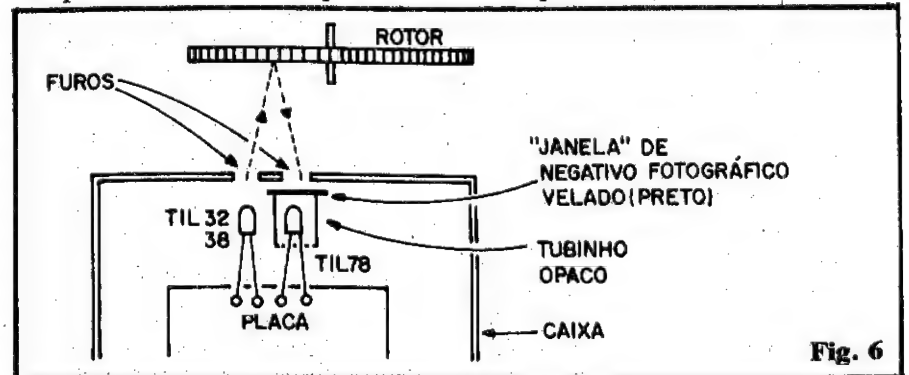
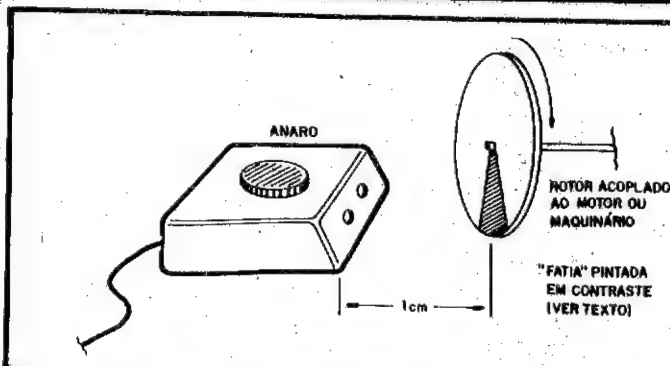

Fig. 6
Fig. 8
- **FIG. 6 - O "ENCAIXAMENTO" - AS "JANELAS" E O FILTRO** - O conjunto opto-sensor funcionará por reflexão, ou seja: o LED infravermelho emite um feixe de luz invisível, que é refletido por uma superfície, em seguida "devolvido" ao foto-transistor... Assim, alguns cuidados óticos básicos são necessários:
- **FIG. 8 - A CAIXA - A DISPOSIÇÃO DE SENSOREAMENTO** - O número reduzido de componentes, e o pequeno tamanho geral da placa e das próprias peças, permitirá a fácil acomodação do circuito num **container** padronizado, sem problemas... Sugerimos que, numa das laterais menores fiquem os dois furinhos correspondentes às "janelas" do módulo ótico (fig. 6) e que, na lateral oposta saiam os cabos de alimen-